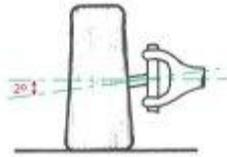

Fig. 7.
- Caída: Se considera la horizontal de la mangueta y la propia mangueta en sentido transversal. Suele ser de 2° (Fig. 7).